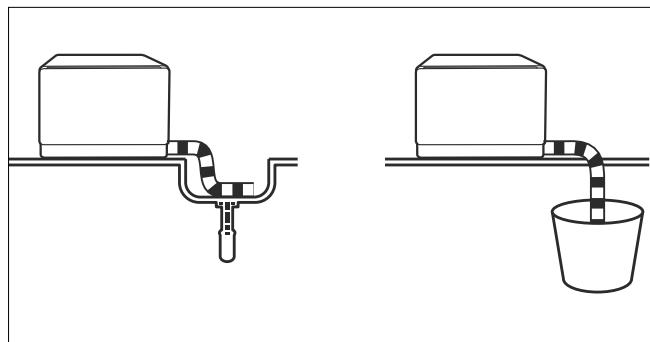

Abb. 14 – In ein Waschbecken oder einen Behälter ableiten
- ▶ Hängen Sie das Ende des Abwasserschlauchs in ein Waschbecken oder einen ausreichend großen Behälter (≥ 12 Liter) ein (siehe **Abb. 14**).
- ▶ Nachdem Sie Wasseranschluss und den Wasserabfluss vorgenommen haben, verbinden Sie den Netzstecker (7) mit einer Netzsteckdose.